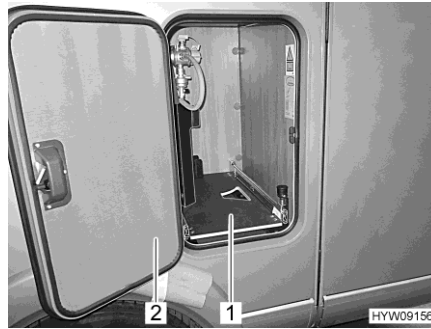

Bild 80 Gaskastenauszug
- Klappe (Bild 80,2) zum Gaskasten öffnen.
- Gaskastenauszug (Bild 80,1) herausziehen, bis der Knauf wieder einrastet. Der Gaskastenauszug ist jetzt in dieser Stellung arretiert.